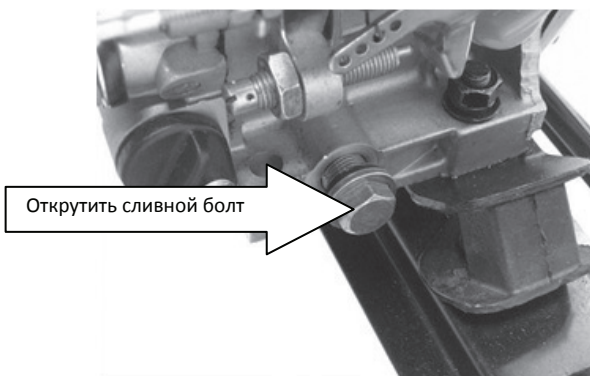

Рис.13
2. Открутить сливной болт (Рис.13) и слить масло в специальную емкость.